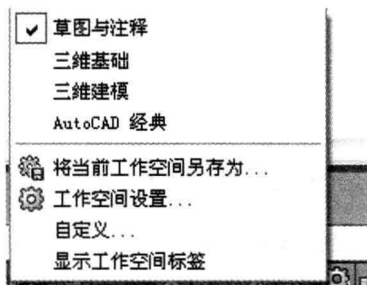

图 1-8 用状态栏按钮切换工作空间
- ◆ 在状态栏中单击【切换工作空间】按钮 （位于绘图界面最下面一栏），弹出对应的菜单，如图 1-8 所示，从中选择对应的绘图工作空间。